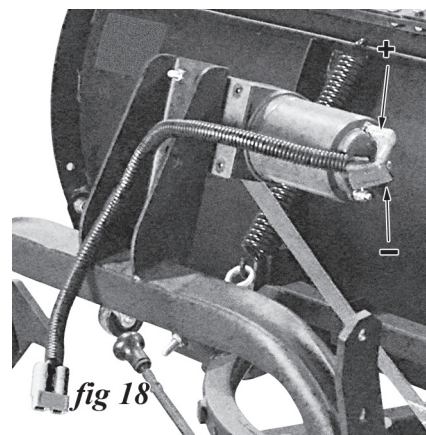

fig 18
1. Connectez les câbles du treuil, étiqueté «Pour Moteur », pour les contacts sur le moteur du treuil tel qu'illustré (fig 17). Soyez sûr que les capuchons de caoutchouc couvrent les connexions pour prévenir l'entrée d'eau. Le fil rouge doit être connecté à la borne positive (+ haut) sur le treuil, et le fil noir connecté à la borne négative (- bas) terminal de treuil (fig 18).